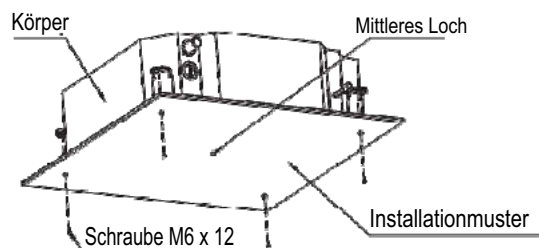

Abb.1-6
- 2 Nach der Installation des Körpers sollte für die Installation des Körpers eine Papierschablone mit Stift verwendet werden, um im Voraus die Größe und Position des Deckenloches festzulegen (Siehe Abb.1-6).